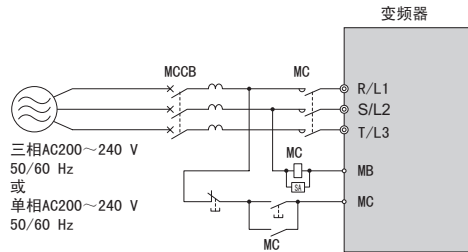
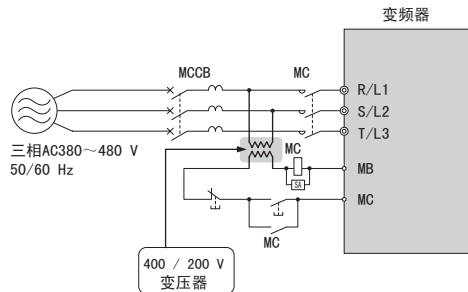

图 8.2 接线用断路器的连接（单相 / 三相 200 V 级）
图 8.3 接线用断路器的连接（三相 400 V 级）
- 由多台变频器或与其它机器共同使用 MCCB 时，请如图 8.2、图 8.3 所示，使用 MC 接入在故障输出时关闭电源的顺控器。使用 400V 级电源输入时，请连接 400 / 200V 的变压器。